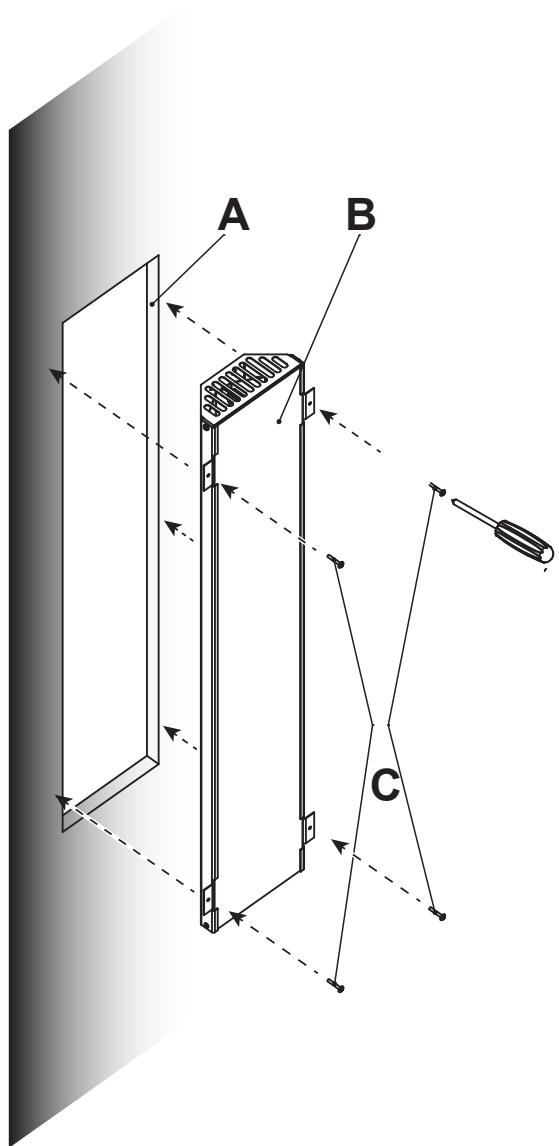

Fig. 1 - Montage du radiateur
- Montez le radiateur à infrarouges, fig. 1, conformément aux instructions de montage de celui-ci.